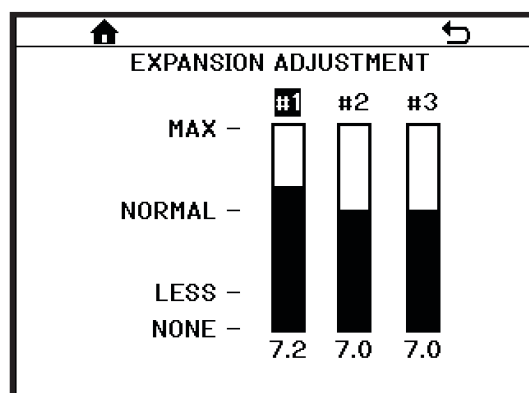

Figure 7.21
- **RÉGLAGE DE L'EXPANSION** : Utilisé pour ajuster la quantité de gaz dans une boisson (Figure 7.21). La gamme de valeurs est limitée en fonction du gaz configuré et du type de boisson.
**RÉGLAGE DE L'EXPANSION** (Figure 7.21) - Ce menu permet de régler la quantité de gaz dans la boisson. Le réglage va de « MAX » (niveaux élevés de gaz, forte expansion) à « LESS » (niveaux plus faibles de gaz, faible expansion). Sélectionnez le numéro du baril et ajustez le graphique à barres vers le haut ou vers le bas.